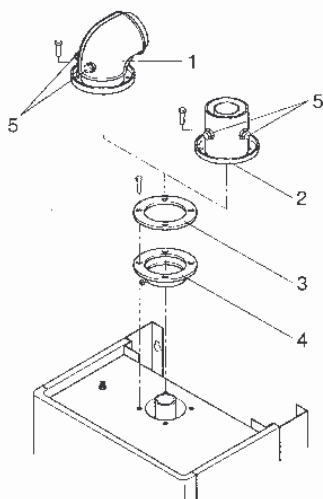

Fig. 10
Se si scelgono condotti coassiali orizzontali occorre che la caldaia sia munita di una curva di raccordo coassiale (1), mentre per l'esecuzione coassiale verticale si dovrà installare il raccordo (2) (fig. 10).